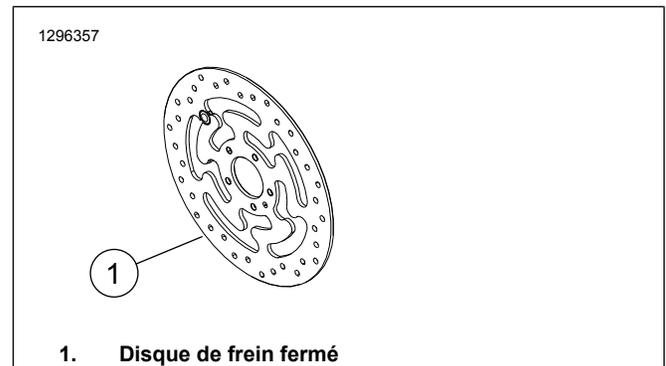

Figure 1. Type de disque du frein avant
- Vis du disque de frein (Voir Figure 1 et Tableau 1)